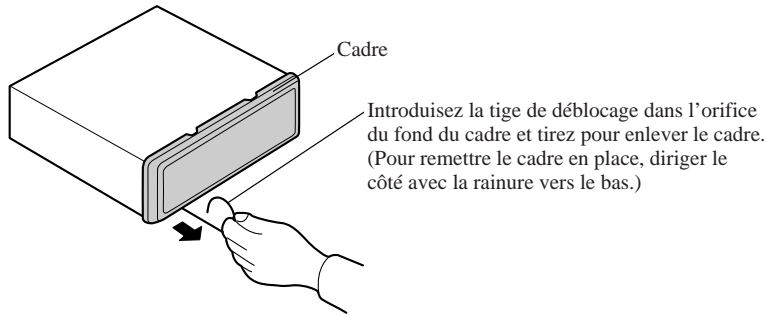

Fig. 10
1. Enlever le cadre. (Fig. 10)